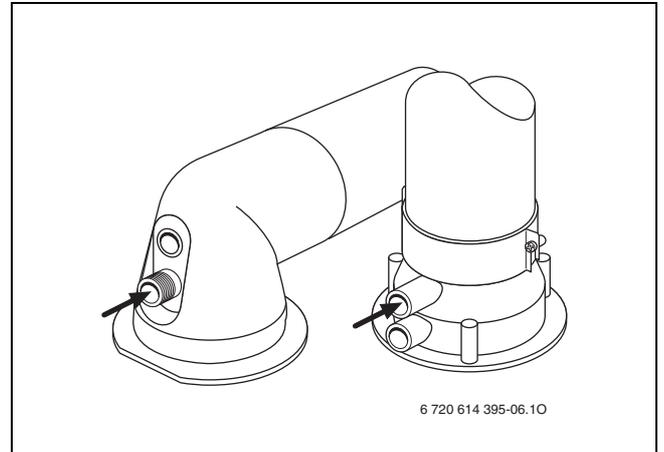

Fig. 41
- ▶ Rimuovere il tappo dalle prese di analisi combustione (→ fig. 41).